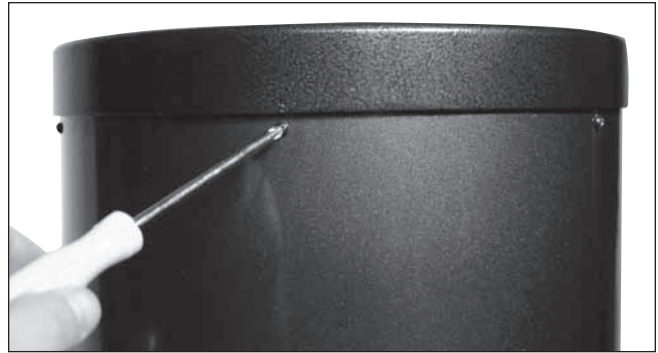

Figura 12. Para quitar el anillo de extremidad, desenrosque los seis tornillos que lo sujetan al tubo.
1. Para instalar el barrilete del espejo en el tubo óptico, primero hace falta quitar el anillo de extremidad fijado a la sección inferior del tubo óptico. Esto se hace desenroscando y quitando los seis tornillos de cabeza Phillips que sujetan el anillo de extremidad al tubo (**Figura 12**), y después tirando del anillo de extremidad para que se quite del tubo.